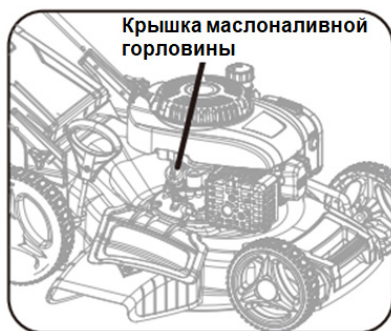

Рис. 18
3. Откройте крышку маслоналивной горловины (рис. 18).